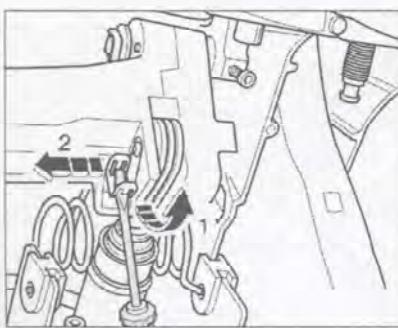

Рис. 7.7. Приподнимите отверткой фиксатор (стрелка 1), извлеките штифт (стрелка 2) и отсоедините педаль от главного цилиндра сцепления.
2. Приподнимите отверткой фиксатор (стрелка 1), извлеките штифт (стрелка 2) и отсоедините педаль от главного цилиндра сцепления (рис. 7.7).
7. Приподнимите отверткой фиксатор (стрелка 1), извлеките штифт (стрелка 2) и отсоедините педаль от главного цилиндра сцепления (рис. 7.7).